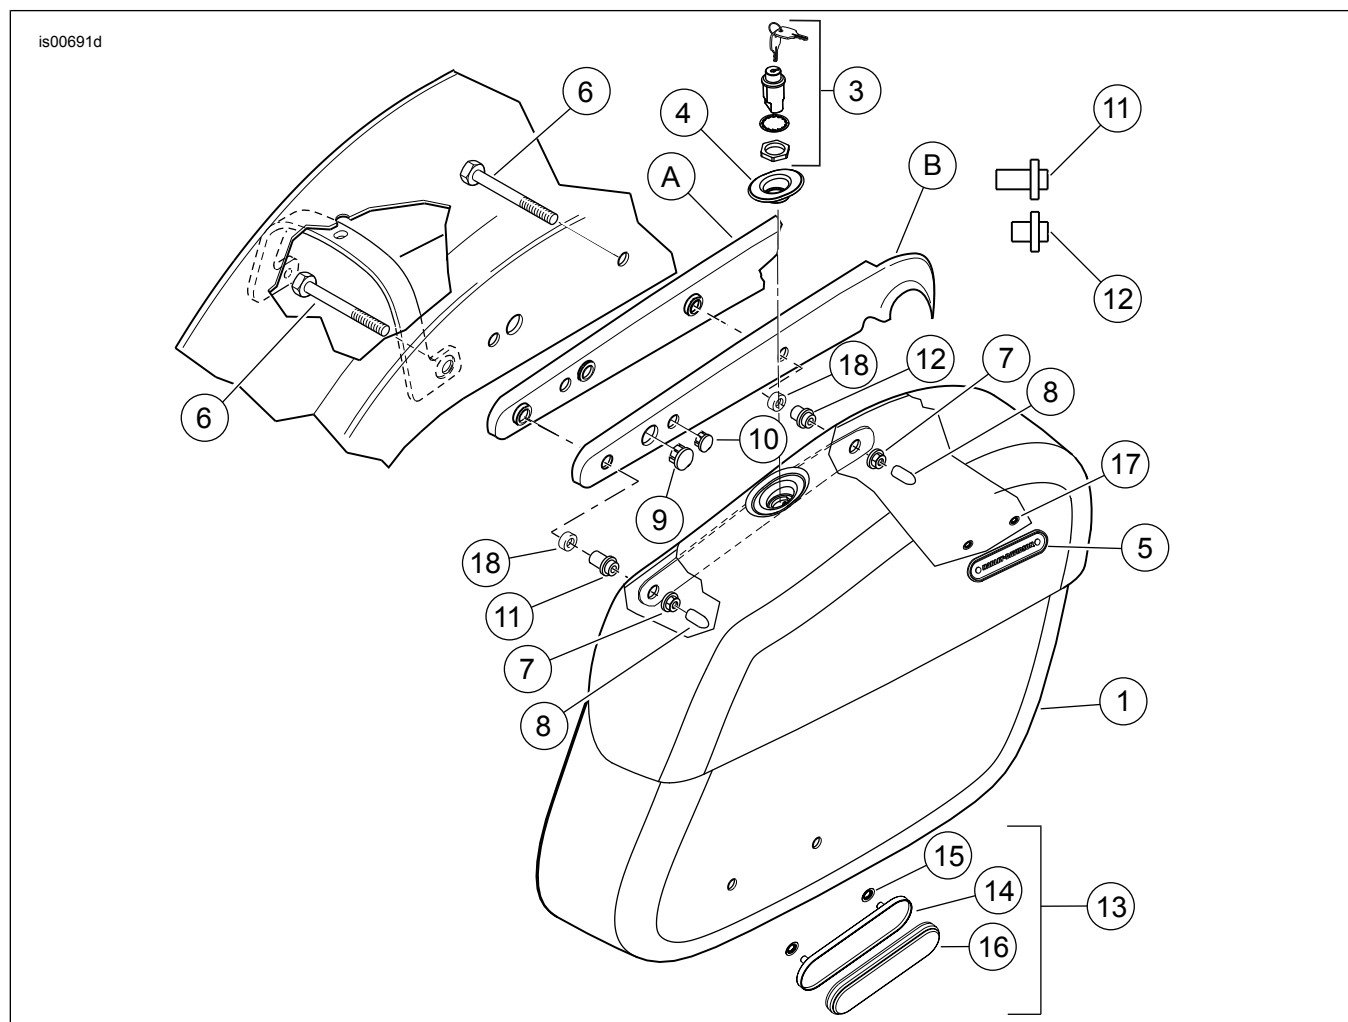

Figure 2. Pièces de rechange : Kit de sacoche en cuir rigide Sportster (côté droit illustré)
Voir Figure 2 et Tableau 1.
5. Voir Figure 2. À partir du dessous du garde-boue, installer deux boulons (6) du kit à travers le garde-boue et dans le support de garde-boue (A) et le couvercle (B), là où les deux vis à tête bombée avaient été précédemment retirées à l'étape 3.
6. Pour le kit 53050-10 : Installer la bague courte (12) sur le boulon avant (extrémité courte vers la sacoche) et la bague longue (11) sur le boulon arrière (extrémité courte vers la sacoche). Pour le kit 90201321 : Installer l'entretoise (18), puis la bague courte (12) sur le boulon avant (extrémité courte vers la sacoche). Installer l'entretoise (18), puis la bague longue (11) sur le boulon arrière (extrémité courte vers la sacoche).
8. Visser les contre-écrous à collet (7) sur les boulons à l'intérieur de la sacoche. Serrer les deux contre-écrous à collet à un couple de 24 à 27 lb pi (33 à 37 N m).
9. Installer le capuchon de protection de filetage (8) sur les extrémités de boulon.
2. Voir Figure 2. Installer la monture du réflecteur (14) sur la sacoche.
7. Installer la monture de réflecteur (14) sur la sacoche à l'aide de deux écrous à presser (15).
8. Retirer le papier au dos de l'adhésif du réflecteur (16) et l'installer sur la monture (14).